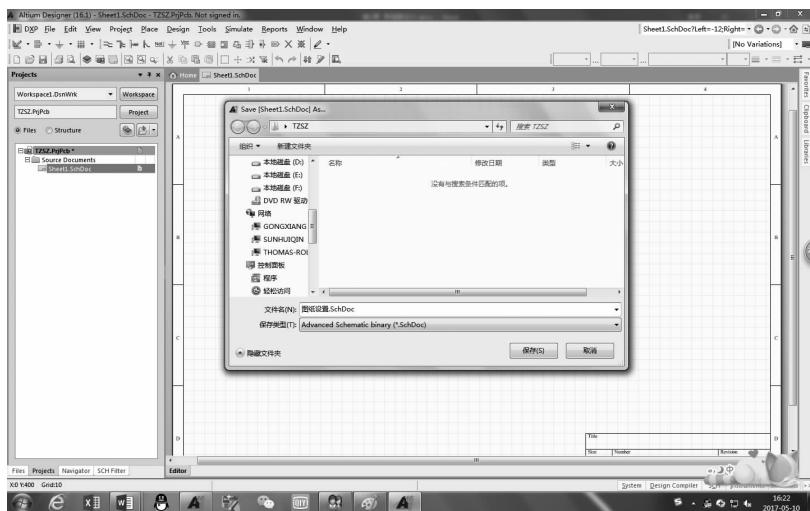

图 2-12 保存原理图
(2) 在“Sheet1. SchDoc”上右击，并执行“Save As”命令，将原理图保存为“图纸设置.SchDoc”，如图 2-12 所示。